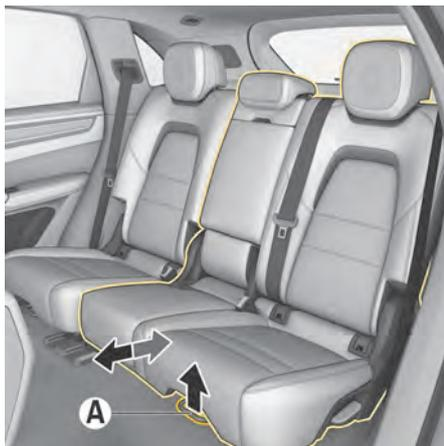

図. 65 リヤシートの前後調節
- ▶ レバー A (図. 65) を引き上げながらシートを前後にスライドさせてください。